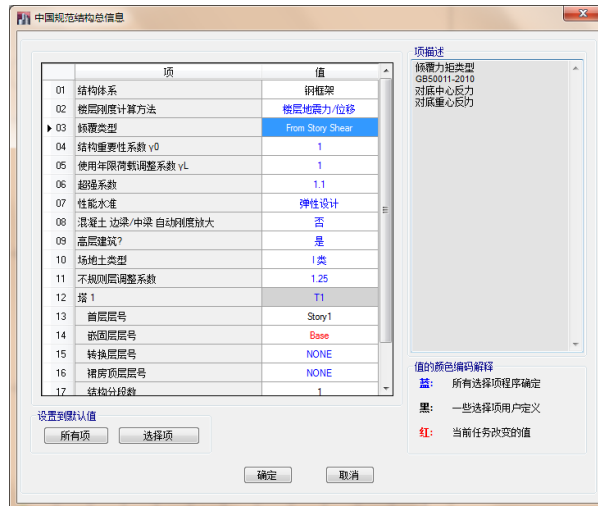

图 5-1 中国规范结构总信息对话框
1. 点击菜单：**设计>结构总信息**，弹出如图 5-1 所示的**中国规范结构总信息**对话框。